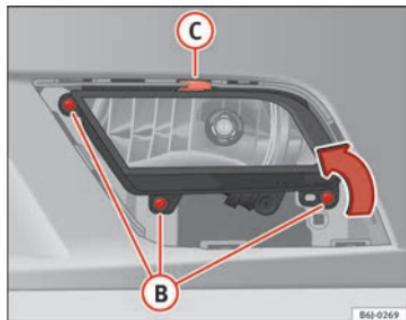

Fig. 161 Fero antiniebla
- Retire los tornillos (3x) ⇒ fig. 161 **B** para extraer el fero antiniebla.
- Retire la grapa metálica situada en la parte superior del fero antiniebla tirando hacia el exterior del vehículo ⇒ fig. 161 **C**. ■